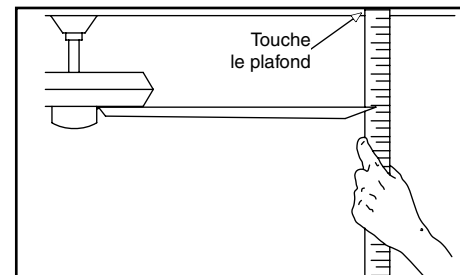

Figure 12
2. La plupart des problèmes d'oscillation sont causés par la hauteur inégale des pales. Vérifiez la hauteur des pales en choisissant un point au plafond, au-dessus de l'extrémité de l'une des pales. Mesurez la distance entre un point au centre de chaque pale et le point au plafond. Mesurez cette distance de la façon illustrée à la Figure 12. Faites tourner le ventilateur pour que la pale suivante soit en position pour la mesure. Répétez pour chaque pale. Les écarts de mesures devraient être inférieurs à 3,17 mm. Faites fonctionner le ventilateur pendant 10 minutes.